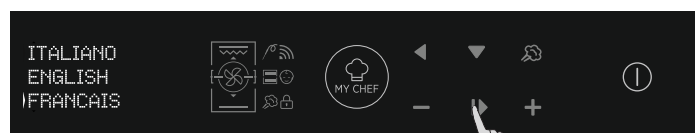

Figura 6
- Pressionar OK para continuar. (Figura 6)